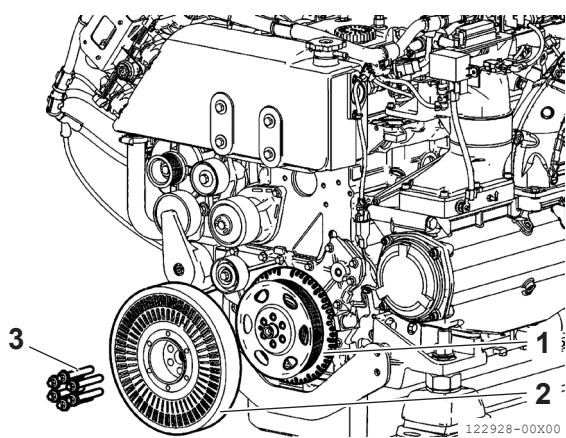

Figure 22
2. Dévissez les vis (Figure 22, (3)) et retirez le volant amortisseur (Figure 22, (2)) de la poulie (Figure 22, (1)). L'outil de blocage du volant moteur peut faciliter la dépose du volant amortisseur (Figure 22, (2)) monté sur la poulie (Figure 22, (1)). Remplacez le volant amortisseur (Figure 22, (2)) par un volant neuf. Vissez les vis de fixation (Figure 22, (3)) et serrez-les au couple spécifié.
| Volant amortisseur (6 vis M12 × 1,25 × 78,5) (Figure 22, (3)) | 1. Préserrage à la clé dynamométrique $50 \pm 5 \text{ N}\cdot\text{m}$ 2. Serrage à l'angle de 90° |